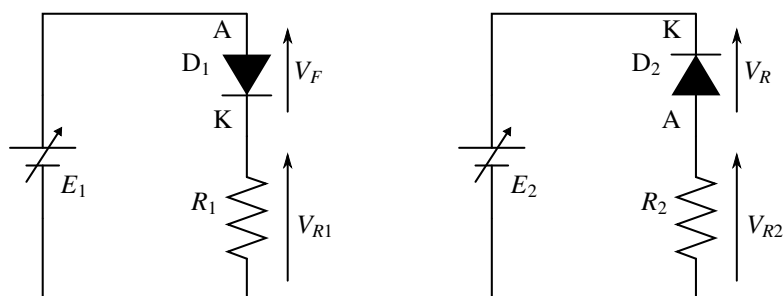

図 7-1 ダイオードの実験回路
左図の回路には「たくさん」電流が流れ、右図の回路には「ほとんど」電流が流れない。今回の実験では、「たくさん」流れるとか、「ほとんど」流れないなどというあいまいな言葉ではなく、「どのくらいの」電流が流れるかを図 7-1 の回路を使用して正確に測定してみよう。
#### 7.3.1 順方向特性 (図 7-1 の左図) の測定
1. 図 7-1 の左側の回路をブレッドボードに組み立てる。 $R_1$  には， $1k\Omega$  を用いる。
### 7.3.2 逆方向特性 (図 7-1 の右図) の測定
1. 図 7-1 の右側の回路をブレッドボードに組み立てる。  $R_2$  には、  $10\text{k}\Omega$  を用いる。